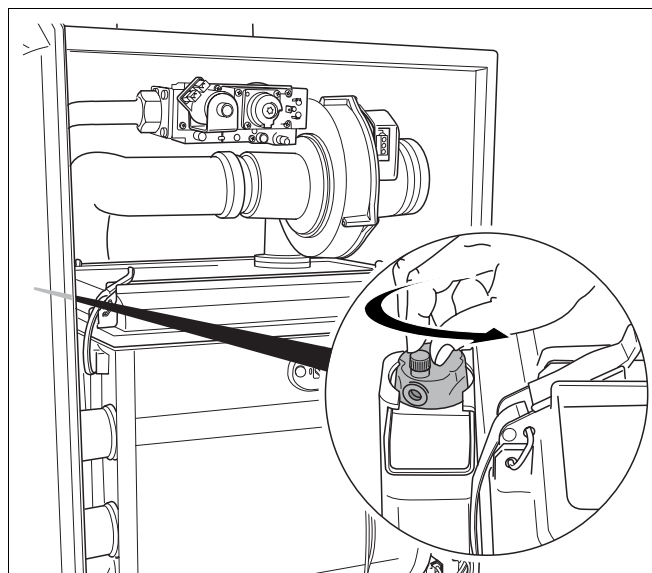

Fig. 62 Deschideți aerisitorul automat
Cazanul de încălzire este echipat cu un aerisitor automat (Fig. 62) care servește la aerisirea cazanului de încălzire. Pentru aerisirea cazanului de încălzire trebuie ca fiecare calorifer din instalația de încălzire să fie prevăzut cu o posibilitate proprie de aerisire. Chiar poate fi necesar în anumite situații să adăugați în anumite locuri posibilități în plus pentru aerisire.
- Deschideți cu o rotire dopul de protecție de la aerisitor (Fig. 62).